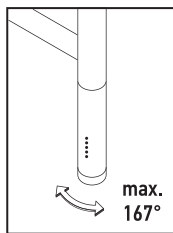

Рис.3
3.5. Плотно задвиньте ручку МЭМ до упора и выровняйте относительно полотенцесушителя (рис. 3).